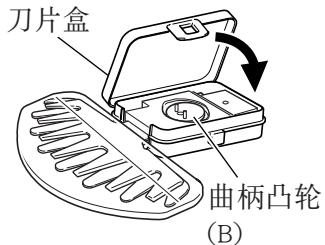

图 8
## 5. 刀片盒 (图 8) (CH10DL (CG) 的标准附件)